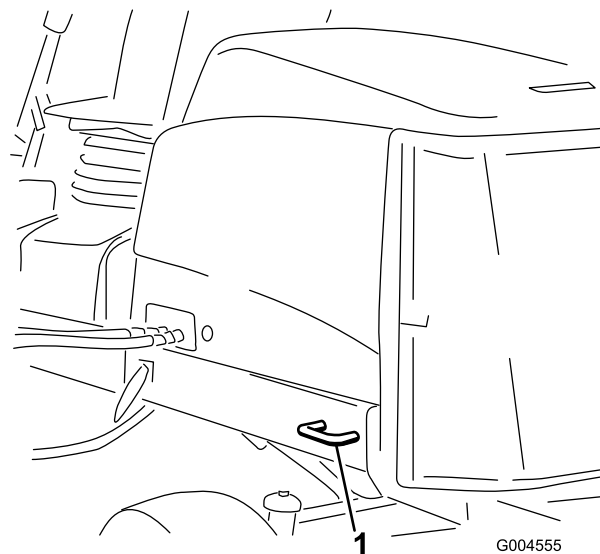

Figura 40
- Posteriori – ogni lato della macchina sul telaio posteriore (Figura 40)